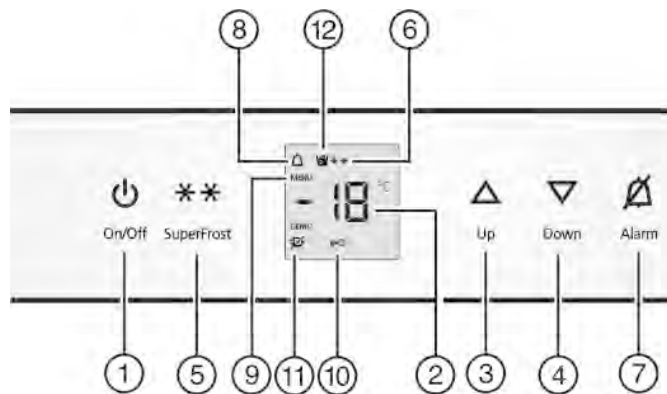

Fig. 2
- ▶ нажмите кнопку On/Off Fig. 2 (1).
- ▶ Активация режима настройки: удерживайте кнопку SuperFrost Fig. 2 (5) прилб. 5 секунд.
- ▷ Символ меню Fig. 2 (9) горит.
- ▶ Коротко нажмите кнопку SuperFrost Fig. 2 (5) для подтверждения.
- ▶ Для включения защиты от детей коротко нажмите клавишу SuperFrost Fig. 2 (5).
- ▷ Символ "Защита от детей" Fig. 2 (10) горит. На индикации мигает **c**.
- ▶ Для выключения защиты от детей коротко нажмите клавишу SuperFrost Fig. 2 (5).
- ▷ Символ защиты от детей Fig. 2 (10) гаснет. На индикации мигает **c**.
- ▶ Выход из режима настройки: нажмите кнопку On/Off Fig. 2 (1).
- ▶ Нажмите кнопку Alarm Fig. 2 (7).
Одновременно мигает индикация температуры и символ тревоги Fig. 2 (8).
Звуковой сигнал выключается автоматически, символ аварийного сигнала *Fig. 2 (8)* выключается и индикатор температуры перестает мигать, если температура снова становится достаточно низкой.
- ▶ Нажмите кнопку Alarm *Fig. 2 (7)*.
- ▶ Установка более высокой температуры: нажмите кнопку настройки Up *Fig. 2 (3)*.
- ▶ Установка более низкой температуры: нажмите кнопку настройки Down *Fig. 2 (4)*.